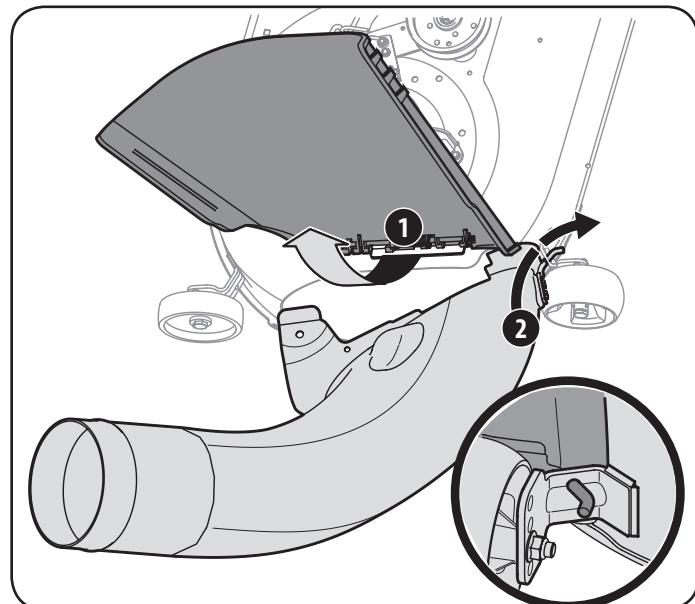

Figure 20
2. Tandis que la goulotte d'éjection du tracteur est relevée et maintenue ouverte (1), installez le coude de la goulotte en plaçant la tige de montage du coude de la goulotte dans la patte de montage de la goulotte (2), comme indiqué à la Figure 20.